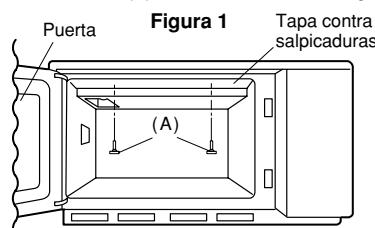

Figura 1
1. Quite los dos tornillos de mano (A) mostrados en la figura 1.
2. Asegure la tapa en el techo del horno con los dos tornillos de mano (A) como se muestra en la figura 1.